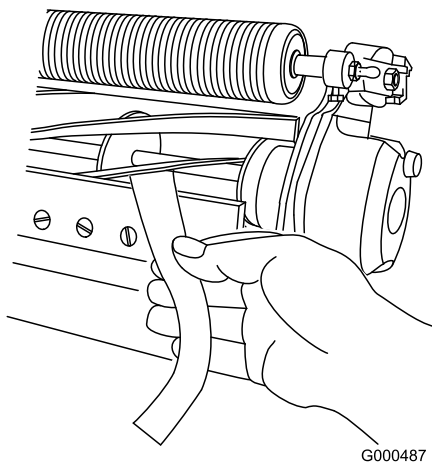

Figure 5
11. Contrôlez la performance de coupe en insérant une longue bande de papier de performance de coupe (réf. Toro 125-5610) entre le cylindre et la contre-lame, perpendiculairement à la contre-lame (Figure 5). Faites tourner lentement le cylindre en avant ; il devrait couper le papier.